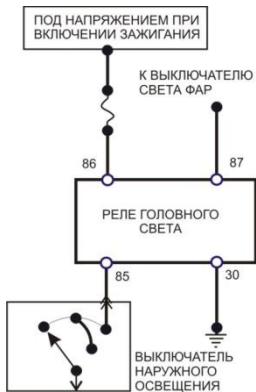

Рис. 6. Пример подключения реле головного света (как в автомобиле Hyundai Santa Fe)
- в схемах автомобиля, где цепи управления обмоткой подключена к цепи «+12В Зажигание» (см. Рис.6), можно использовать «Режим 7» (внутреннее управление режимом ДХО – «Автомат-ДХО»): для фар БС-ПТФ - без дополнительных подключений и проводов, для фар ДС – с подключением к доп. контакту реле DRL-30-Р (для выключения «режима ДХО_на_ДС» при подаче на этот вход «+12В» или «0В»– при включении, например, фар БС).